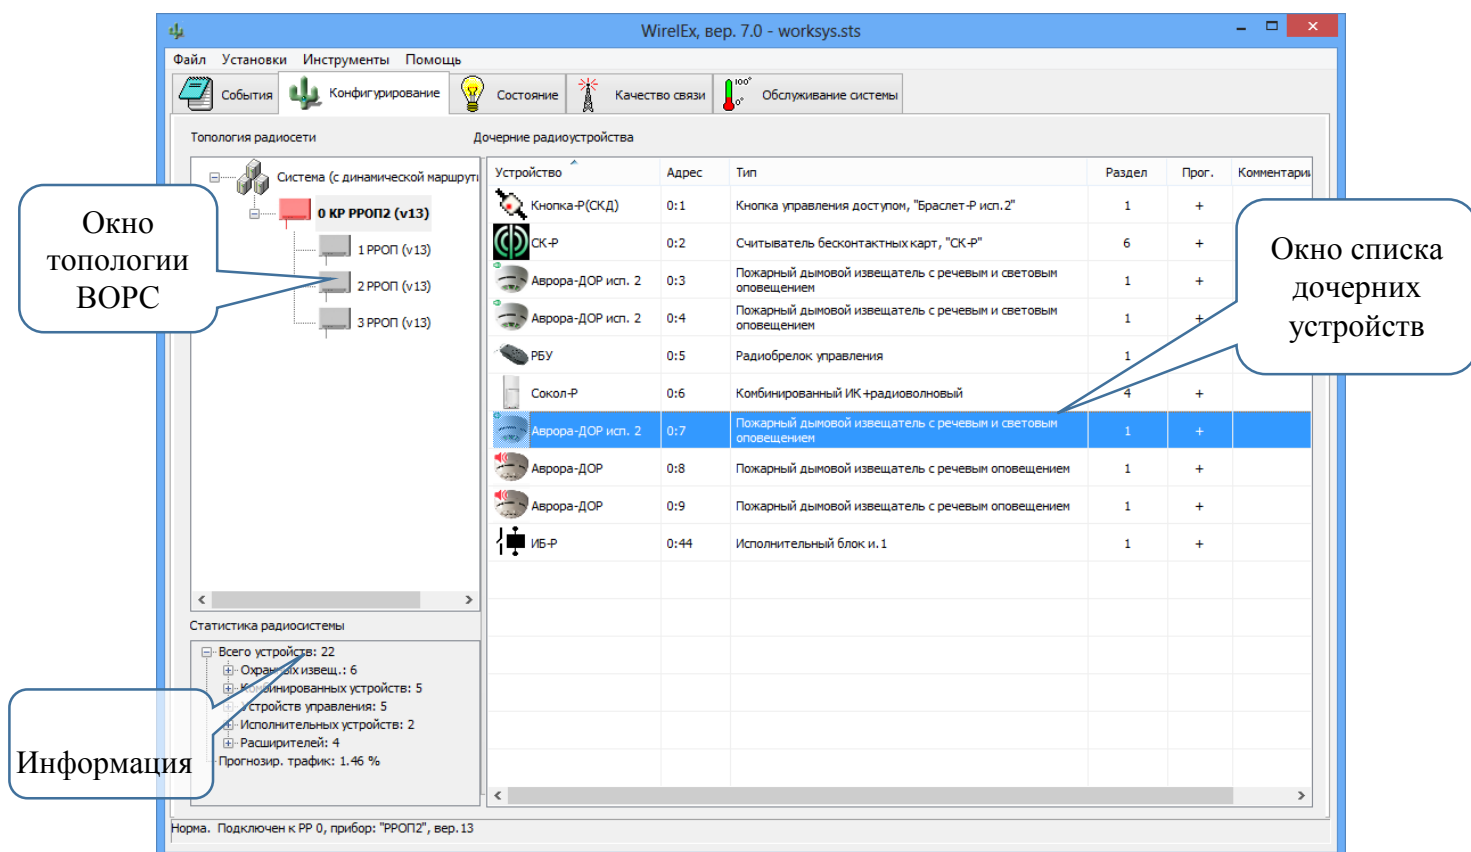

Рис. 3
**Вкладка "Конфигурирование"** (Рис. 3) предназначена для выполнения конфигурирования состава ВОРС, а также изменения параметров радиоустройств.